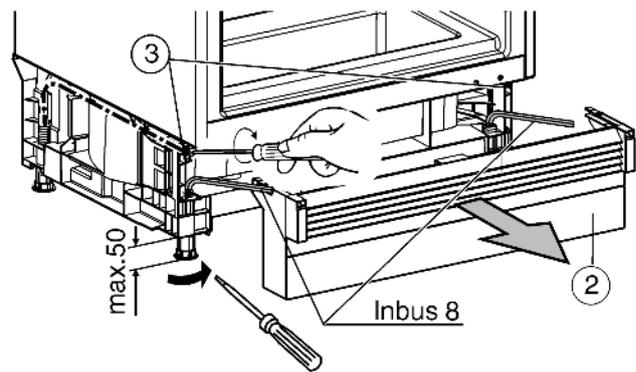

Fig. 8
- ▶ Gerät über die Stellfüße gerade stehend ausrichten: Hintere Stellfüße über Schrauben *Fig. 8 (3)* heraus-schrauben. Wenn die vorderen Stellfüße herausgedreht sind, dann mit Hilfe eines Schraubendrehers drehen. Wenn die vorderen Stellfüße eingedreht sind, dann die Stellfüßen mit Inbusschlüssel 8 mm heraus-schrauben. Das Gerät sollte in der Nische, zwischen Boden und Arbeitsplatte, leicht verspannt sein!